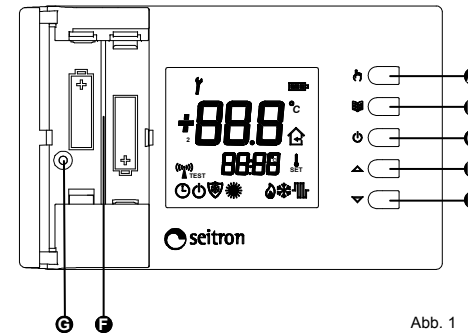

Abb. 1
2. Setzen Sie die Batterien in die dafür vorgesehenen Öffnungen (beachten Sie die Polarität, wie in Abb.1, ⑤ abgebildet), verwenden Sie nur Alkaline Mignon-Batterien.
1. Öffnen Sie die Batteriefachklappe (Abb. 1).